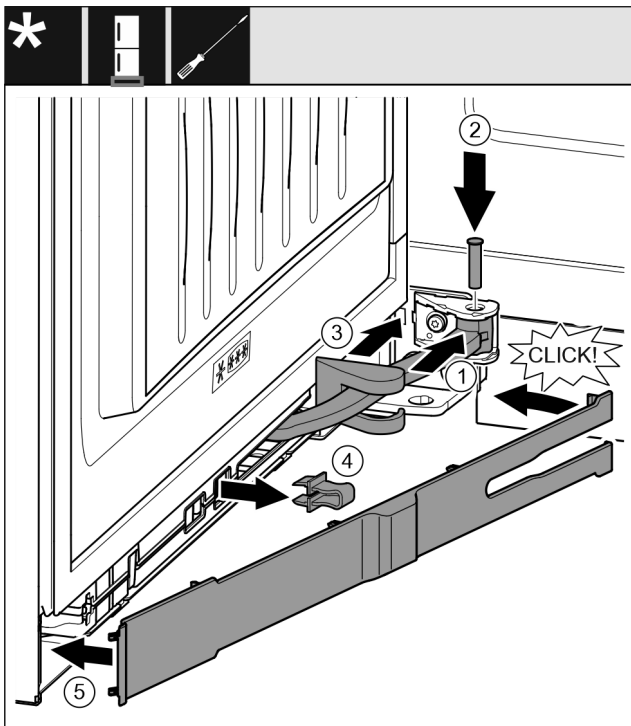

Fig. 47
- ▶ Завъртете шарнира в окачването. Fig. 47 (1)
- ▶ С отвертка T15 поставете болта в окачването и шарнира. При това обърнете внимание на това, фиксиращата гърбица да е легнала правилно в жлеба. Fig. 47 (2)
- ▶ Избутайте капачката на лагерната стойка по продължение на шарнира и го монтирайте над окачването. Fig. 47 (3)
- ▶ Свалете предпазителя. Fig. 47 (4)
- ▶ Поставете капачката от страната на дръжката и я завъртете навътре. Fig. 47 (5)